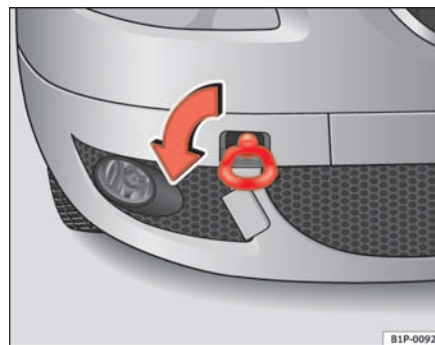
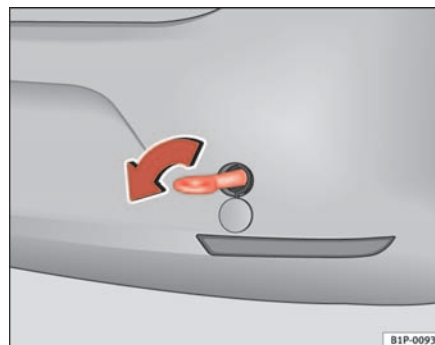

Fig. 181 Atornillado de la argolla de remolque en la parte delantera derecha del vehículo
Fig. 182 Atornillado de la argolla de remolque en la parte trasera del vehículo
- Atornille la argolla hasta el tope hacia la *izquierda*, en el sentido que indica la flecha, tanto en la parte delantera ⇒ página 267, fig. 181, como en la trasera ⇒ página 267, fig. 182.